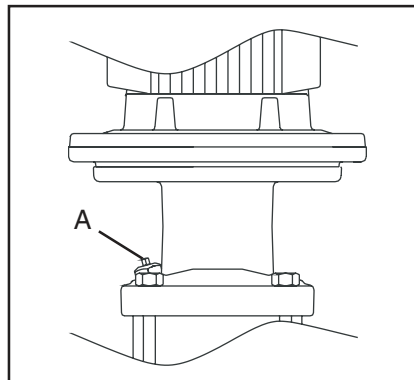

Fig. 16
3. Den Saugpfropfen (A, Fig. 16) ein bis zwei Umdrehungen los-schrauben, bis Wasser und Luft ausströmt.